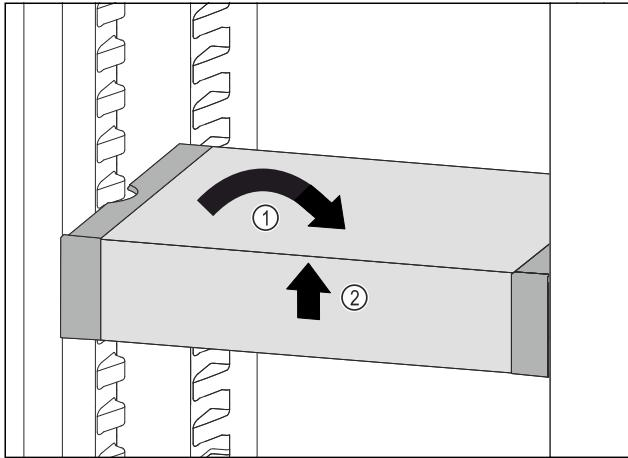

Fig. 72
- Вирівняти VarioSafe. Fig. 72 (1)
- Підняти VarioSafe спереду. Fig. 72 (2)